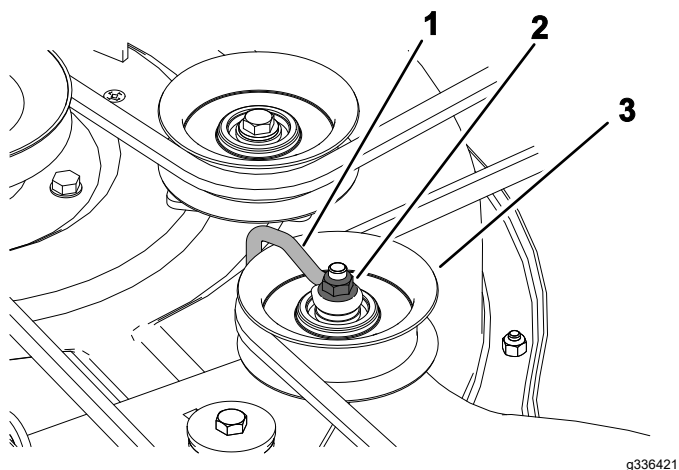

Figura 51
5. Para carcasas estampadas, afloje la tuerca que sujeta el soporte de alambre a la polea tensora (Figura 51).
9. Para carcasas estampadas, apriete la tuerca que sujeta el soporte de alambre a la polea tensora (Figura 51).
Nota: Coloque el soporte de alambre contra el brazo tensor, como se muestra en la Figura 51.